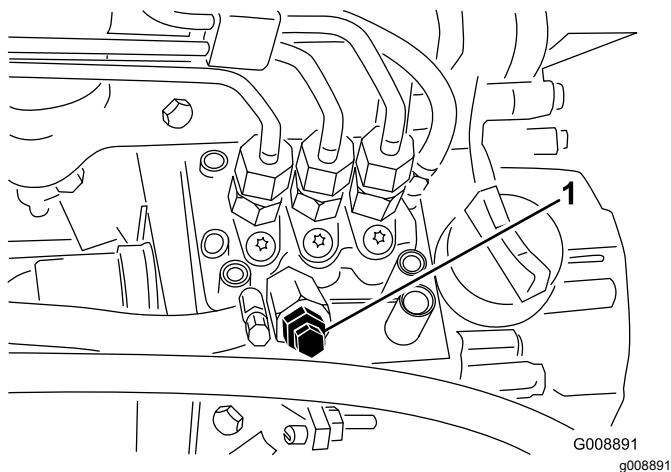

図 37
4. 燃料噴射ポンプについているエア抜きねじ 図 37 をゆるめる。